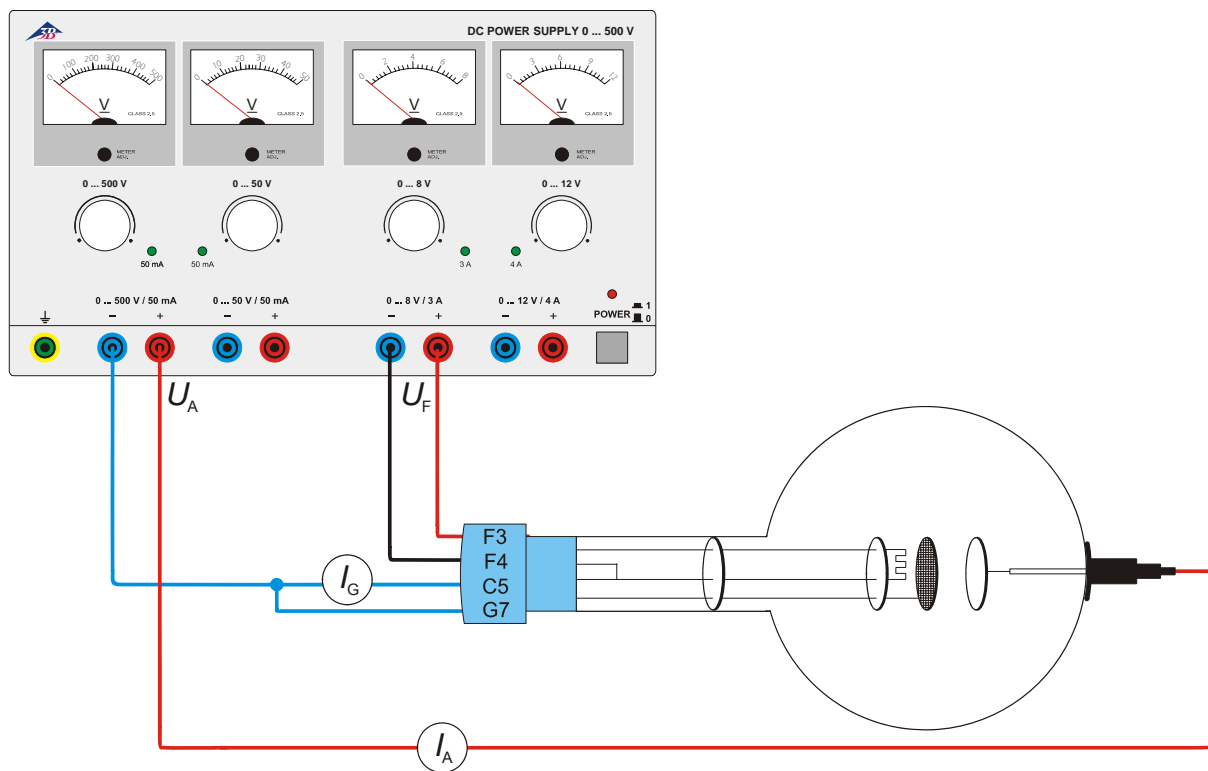

Fig. 1 Dimostrazione dei portatori di carica positivi
- Realizzare il collegamento come illustrato in Fig. 1.